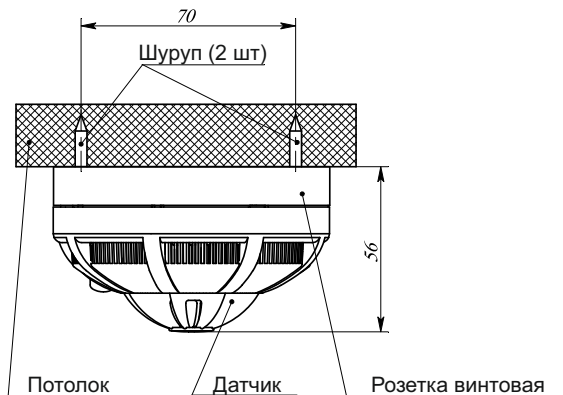
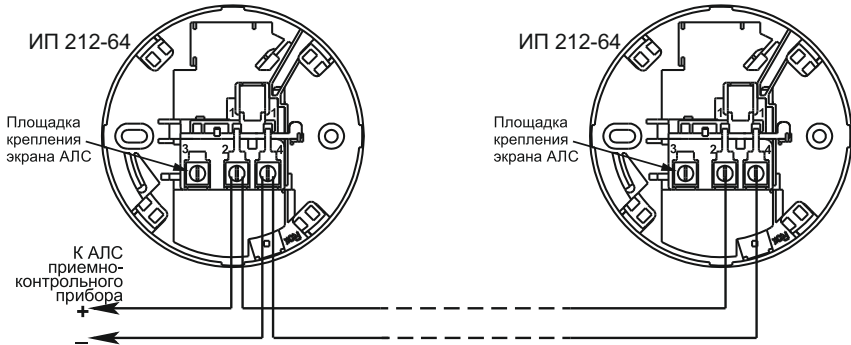

Рисунок 6. Установка извещателя на потолке (несущая конструкция).
Рисунок 12. Внешние подключения унифицированной розетки для адресных извещателей
4. Закрепить розетку в месте установки извещателя (см. рисунок 6, 7) и подключить к ее контактам провода АЛС, соблюдая полярность (см. рисунок 12).